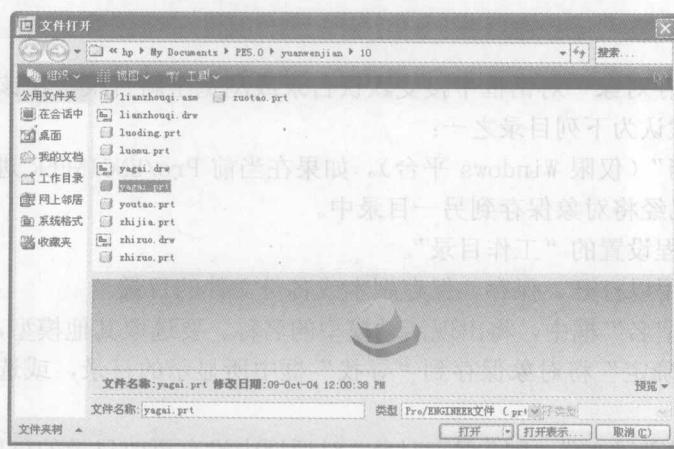

图 1-8 预览显示
(3) 如果单击“预览”按钮则可以打开扩展的预览窗口，这时选定一个文件则该文件就在预览窗口进行预览显示，如图 1-8 所示。